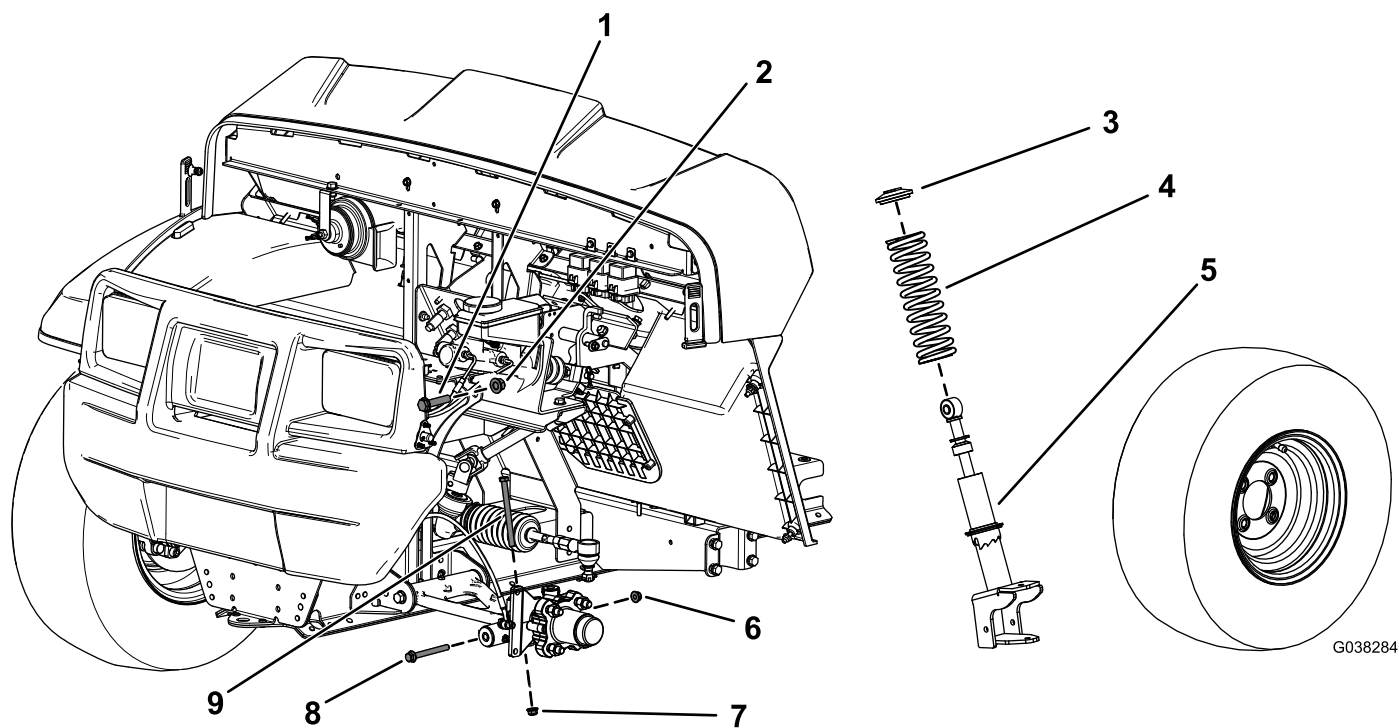

图101
3. 从轴上卸下六角头螺栓 $3/8 \times 4-3/4$ 英寸和凸缘螺母 $3/8$ 英寸 图101。
4. 从控制臂上卸下六角头螺栓 $3/8 \times 3-1/2$ 英寸和凸缘螺母 $3/8$ 英寸 图101。
5. 卸下将支柱组件固定到上机架的六角头螺栓 $1/2 \times 2-1/4$ 英寸和锁紧螺母 $1/2$ 英寸 图101。
6. 拆卸支柱组件 图101。
3. 从支柱组件取下弹簧 图101。
4. 将新弹簧安装到现有支柱组件 图101。
2. 如 图101 所示用上六角头螺栓1/2 x 2-1/4 英寸和锁紧螺母1/2 英寸将支柱组件的上部固定到机架上。
4. 将六角头螺栓3/8 x 4-3/4 英寸和凸缘螺母3/8 英寸安装到轴上 图101。
6. 如 图101 所示用六角头螺栓3/8 x 3-1/2 英寸和凸缘螺母3/8 英寸将支柱组件的下部固定到控制臂上。